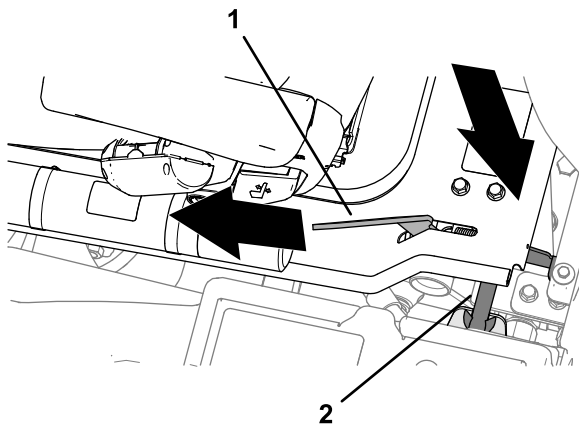

Figura 45
2. Quando la piattaforma si è abbassata quasi completamente, spostate la maniglia di fermo della piattaforma (Figura 45) verso la parte anteriore della macchina.